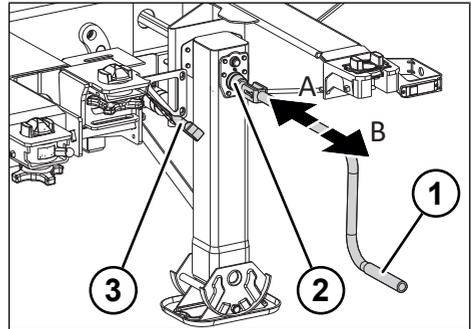

Fig. 5-3: Vitesse de charge et vitesse rapide des béquilles
- ▶ Enclencher la vitesse rapide en tirant la manivelle (voir "Fig. 5-3: Vitesse de charge et vitesse rapide des béquilles ", p. 23).
- ▶ Enclencher la vitesse de charge en poussant la manivelle (voir "Fig. 5-3: Vitesse de charge et vitesse rapide des béquilles ", p. 23).
- ▶ Régler la vitesse de charge en poussant la manivelle (voir "Fig. 5-3: Vitesse de charge et vitesse rapide des béquilles ", p. 23).
- ▶ Régler la vitesse rapide en tirant la manivelle (voir "Fig. 5-3: Vitesse de charge et vitesse rapide des béquilles ", p. 23).